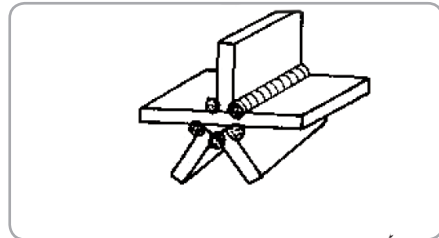

Fig.16
- Îmbinări sudate multiple. Fig. 16